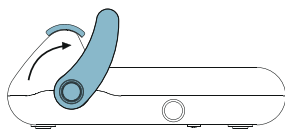

Fig. 4
- 5 Levante a alavanca (Fig. 4) e retire a embalagem.